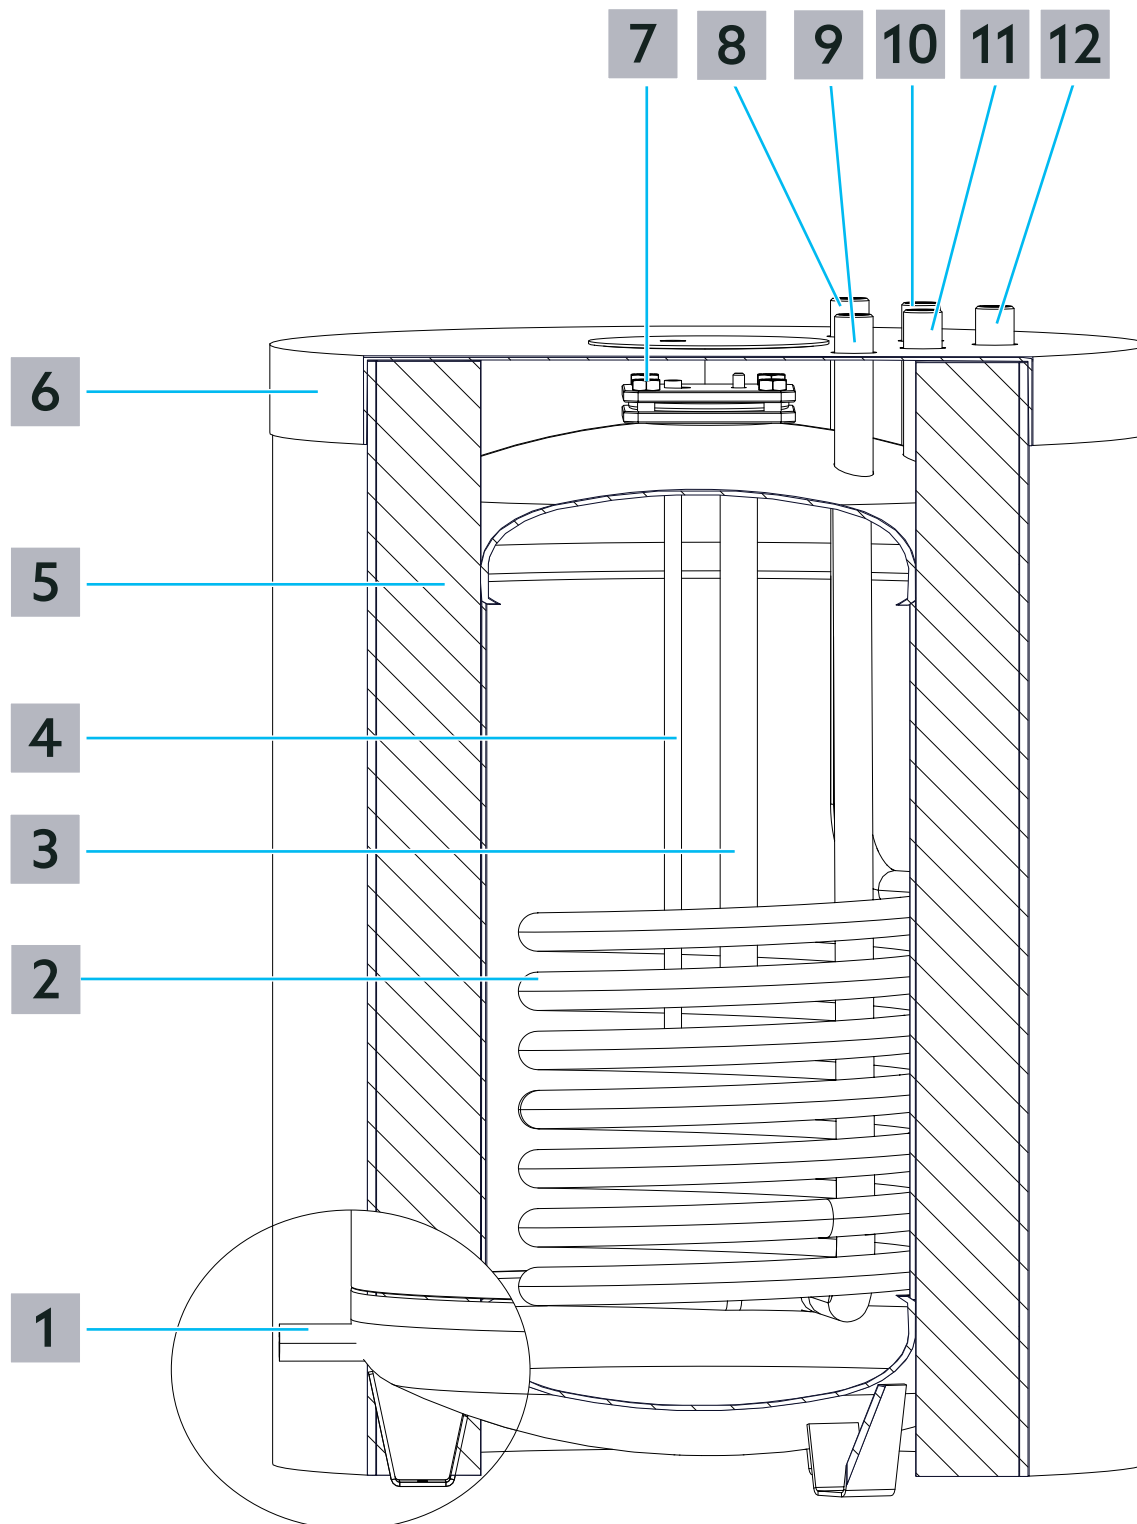
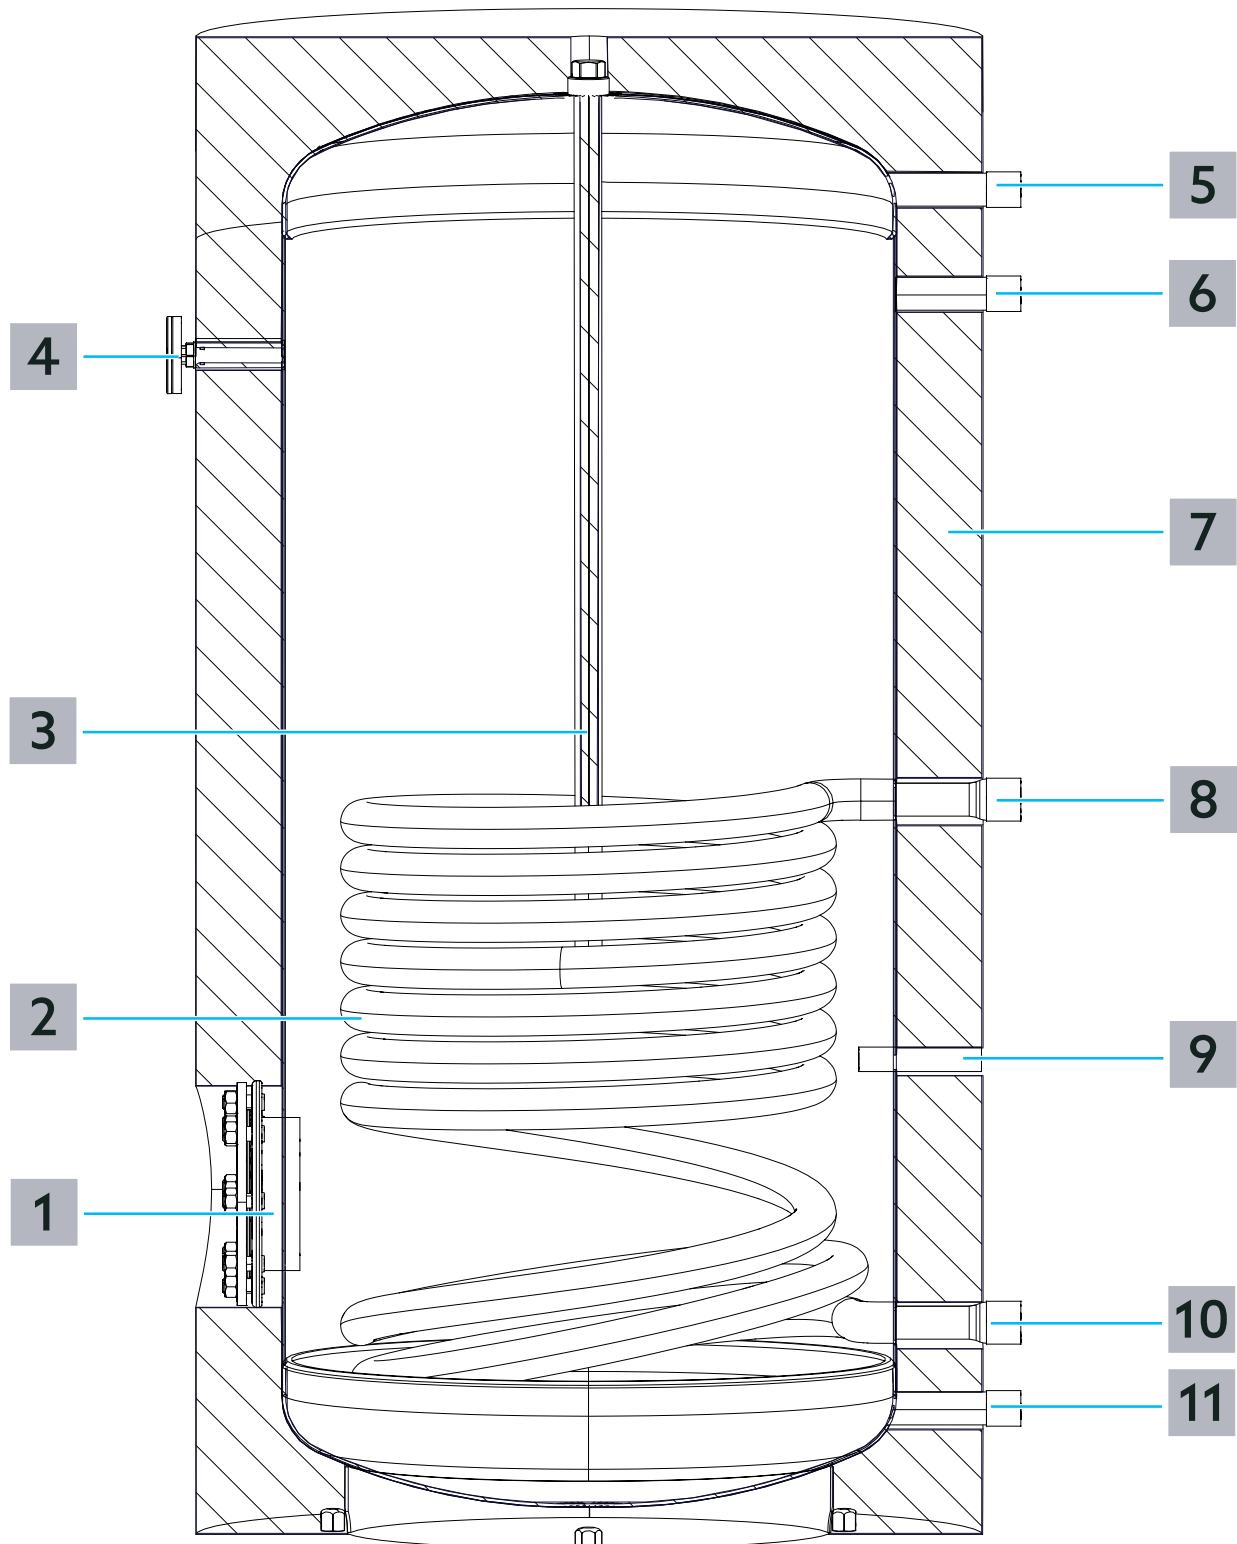

Fig. 1: Construction type 120 et type 160
Fig. 2: Construction type 200
- 2 Procéder au raccordement de la tuyauterie selon Fig. 1 en page 31 et Fig. 2 en page 33.